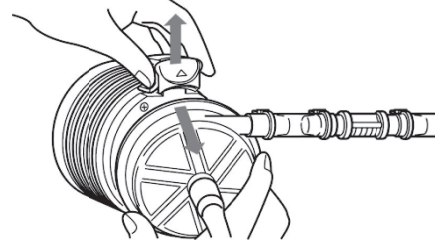

図 3
8. スライドフックを引いて、本品をドライブモーターから取り外す（図3）。